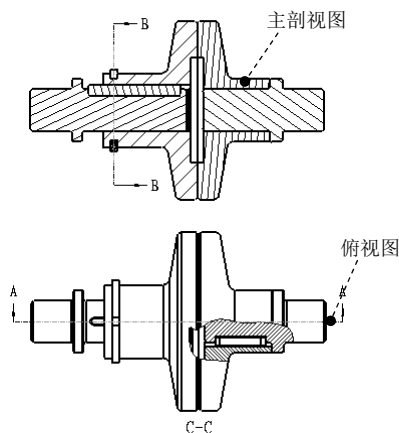

图 11.3.4 创建俯视图
Stage5. 创建图 11.3.4 所示的俯视图
Step1. 选取图 11.3.4 所示的主视图，然后选择 **布局** 功能选项卡 **模型视图** 区域中的 **投影** 命令。
Step6. 添加剖视箭头。选取主视图，然后右击，从快捷菜单中选择 **添加箭头** 命令。在系统 **给箭头选出一个截面在其处垂直的视图。中键取消。** 的提示下，单击俯视图，系统自动生成箭头，然后删除多余的剖切线，结果如图 11.3.4 所示。